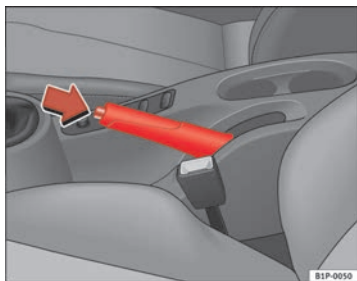

Abb. 130 Handbremse zwischen den Vordersitzen
⇒ Abb. 130.
- Ziehen Sie den Hebel etwas nach oben, drücken Sie die Entriegelungstaste in Pfeilrichtung ⇒ Abb. 130 und führen Sie den Handbremshebel ganz nach unten ⇒ ⚠.